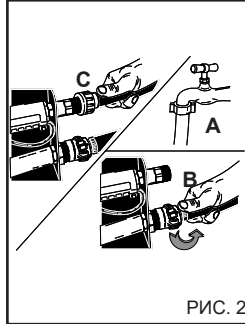
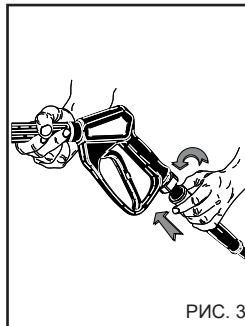

РИС. 2
РИС. 3
Подключите шланг подвода воды к водопроводу, рис. 2А, и к штуцеру мойки, рис. 2В. Используйте гибкий усиленный шланг, диаметром более 1". Убедитесь, что давление воды в водопроводе достаточно для работы мойки - 2-8 бар (29 - 116 PSI). (См. таблицу “Технические характеристики”). Максимальная температура подводимой воды 50°C (122 °F).
Присоедините к прибору и пистолету, рис. 3, шланг высокого давления, рис. 2С.
- 1) Откройте кран подачи воды, рис. 2А